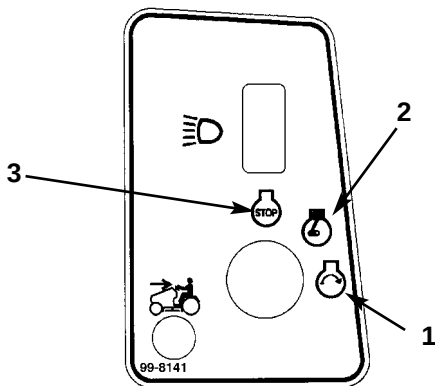

Fig. 9
5. Drej tændingsnøglen med uret og hold den i "START" stilling (fig. 9). Slip nøglen, så snart motoren starter.
- Drej tændingsnøglen til "AFBRUDT" (OFF) (fig. 9).